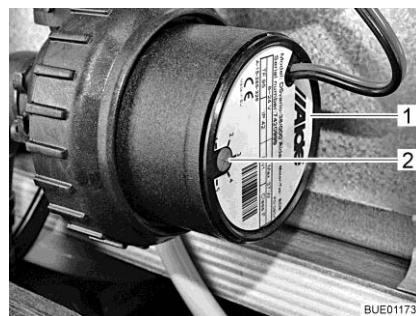

Bild 216 Varvtalsreducering
Med vridregulatorn (Bild 216,2) kan cirkulationspumpens varvtal ställas in. Vid lägre varvtal går pumpen tystare.
Vridregulatorn sitter på cirkulationspumpen (Bild 216,1).
- Vrid vridregulatorn (Bild 216,2) moturs. Effekten reduceras.